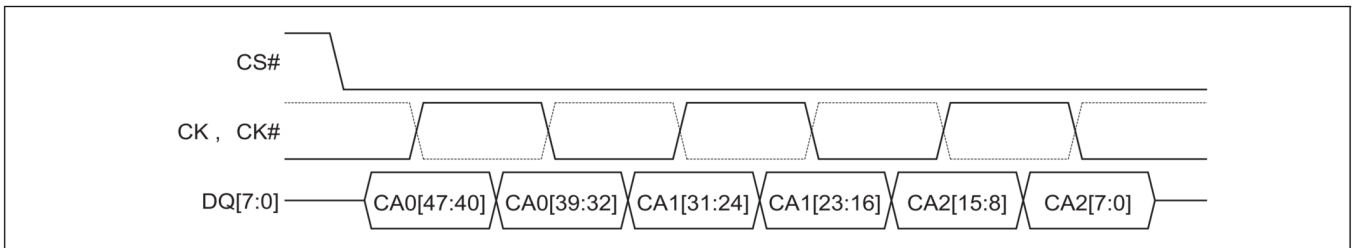

图 6 指令-地址 (CA) 序列^[3 - 6]
3. 图 6 显示 HYPERBUS™ 上所有传输的前三个时钟周期。